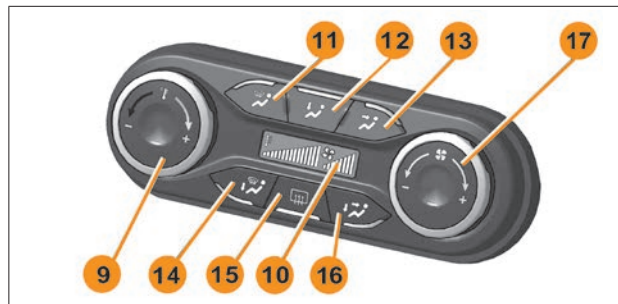

Рис. 4. Блок управления системой вентиляции и отопления
- 9 – левый поворотный переключатель (управление температурой подаваемого воздуха), см. рис. 4, 5, 6. Поворот вправо – теплее, влево – прохладнее. Поворот рукоятки сопровождается тактильно ощущаемыми щелчками, без ограничения угла поворота рукоятки;
**11** – кнопочный переключатель режима обогрева (обдува) ветрового и боковых стекол, (рис. 4, 5);
**12** – кнопочный переключатель режима обогрева ног (рис. 4, 5);